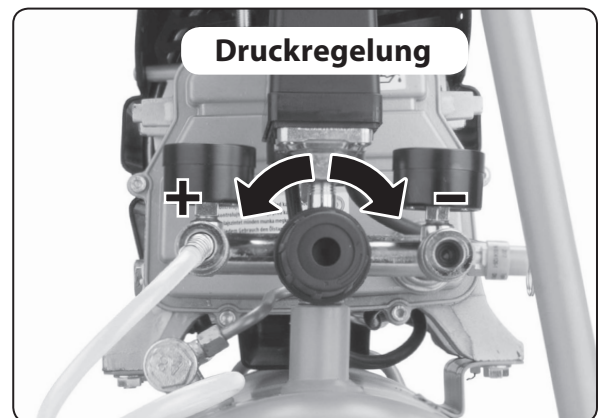
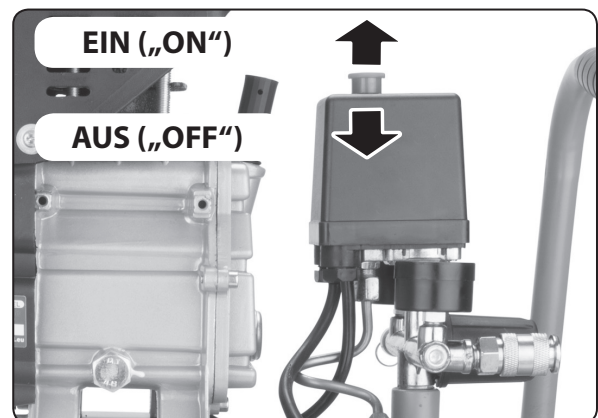

Abb. 6
Abb. 7
8) Drehen Sie mit dem Regelrad in Richtung des Symbols „-“ so, dass ein niedriger Druck eingestellt ist, siehe Abb. 6, dann schließen Sie den Kompressor an das Stromnetz an und schalten ihn durch Herausziehen des Betriebsschalters gem. Abb. 7 ein.
9) Um den Kompressor auszuschalten, drücken Sie den Betriebsschalter gem. Abb. 7, trennen Sie den Kompressor vom Stromnetz und machen Sie den Druckbehälter drucklos, indem Sie den Betriebsschalter des Druckluftwerkzeuges gedrückt halten, solange im System der atmosphärische Druck herrscht (verfolgen Sie dies am Manometer). Ggf. lassen Sie den Restdruck im Druckbehälter durch Ziehen am Stift des Überdruckventils ab.